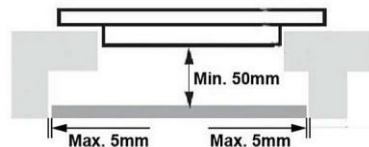

Fig. 4
- Fastgør træindsatsen med skruer i mindst 50 mm afstand fra bunden af kogepladen. Overhold afstandene angivet i fig. 4.